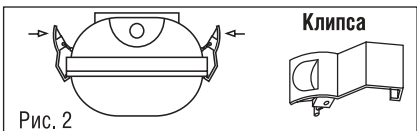

Рис. 2
- Установить светодиодные лампы Т8 (в комплект не входят) в ламподдержатели. Закрепить рассеиватель клипсами, как показано на Рис. 2.